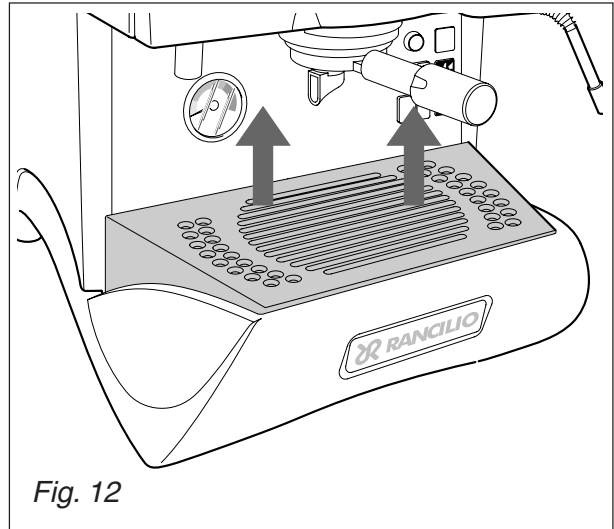

Fig. 12
- Tassenrost 1 abnehmen und Wännchen reinigen (Bild 12).